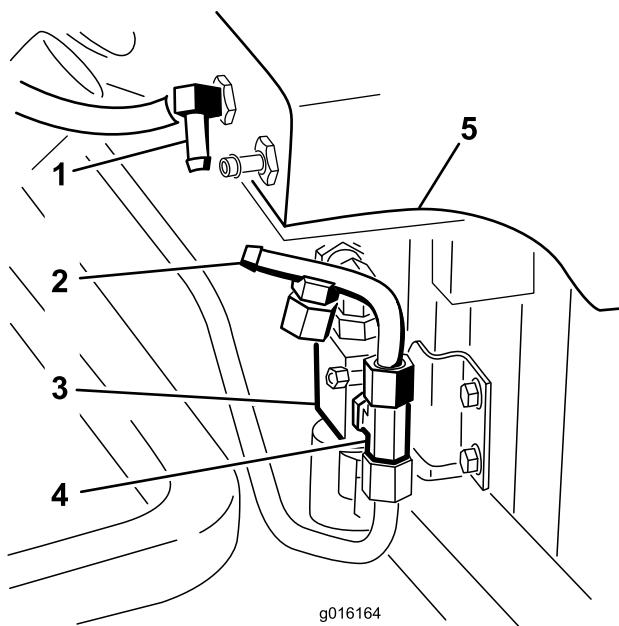

Рисунок 25
3. Подсоедините гидравлическую трубку № 4 к тройнику, установленному в боковой части клапана (Рисунок 25).